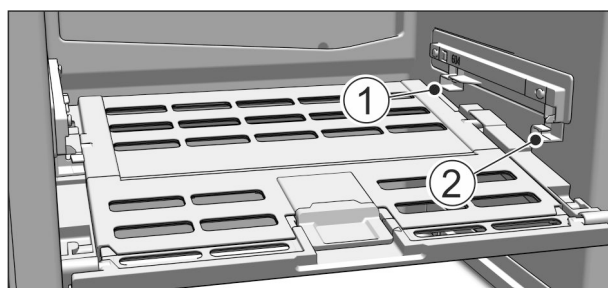

Fig. 75
- ▶ Nasazení víka přihrádky na ovoce a zeleninu: Výstupky víka zavedte zdola do zadních držáků *Fig. 75 (1)* a vpředu zaklesněte do držáku *Fig. 75 (2)*.